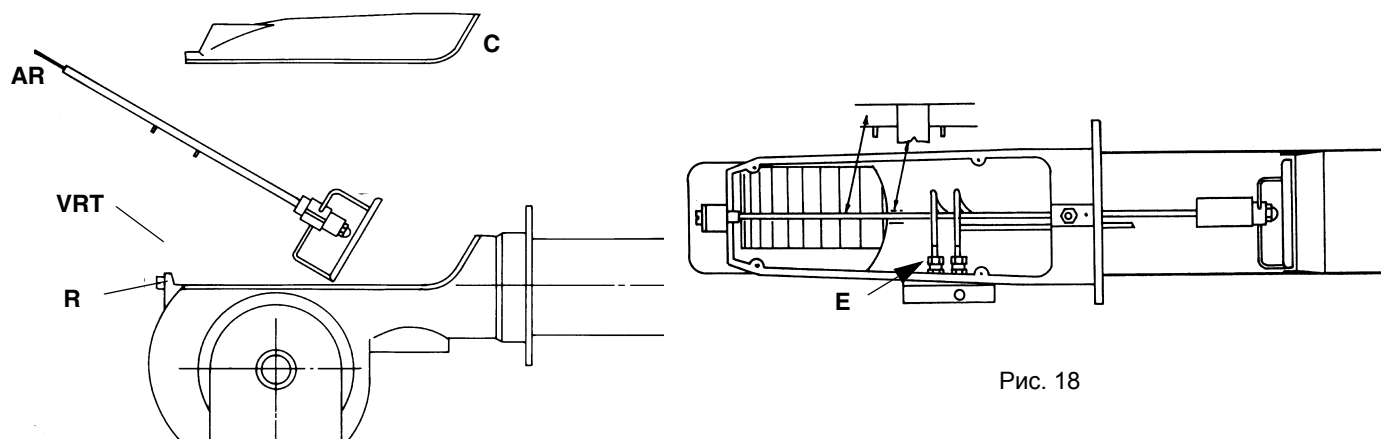
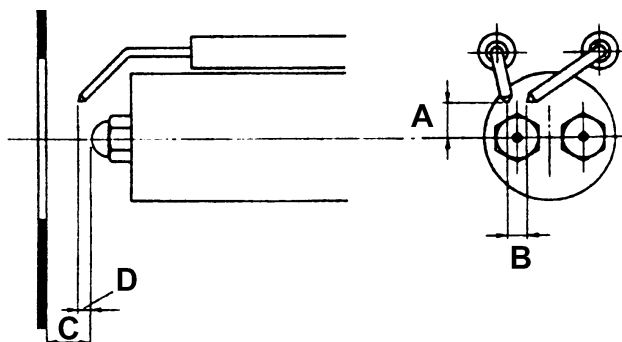

Рис. 18
Рис. 19
- Разобрать, проверить и почистить головку сгорания (см. Рис. 18), при повторном монтаже тщательно соблюсти все размеры, указанные (см. Рис. 19).
В целях обеспечения хорошего процесса горения, необходимо, чтобы были выдержаны размеры, указанные в Рис. 19. Перед тем, как вновь устанавливать головку сгорания на место, необходимо убедиться в том, что стопорный винт группы электродов хорошо затянут.
- 5) вынуть электрод и заменить его, выдерживая размеры, указанные на Рис. 19.